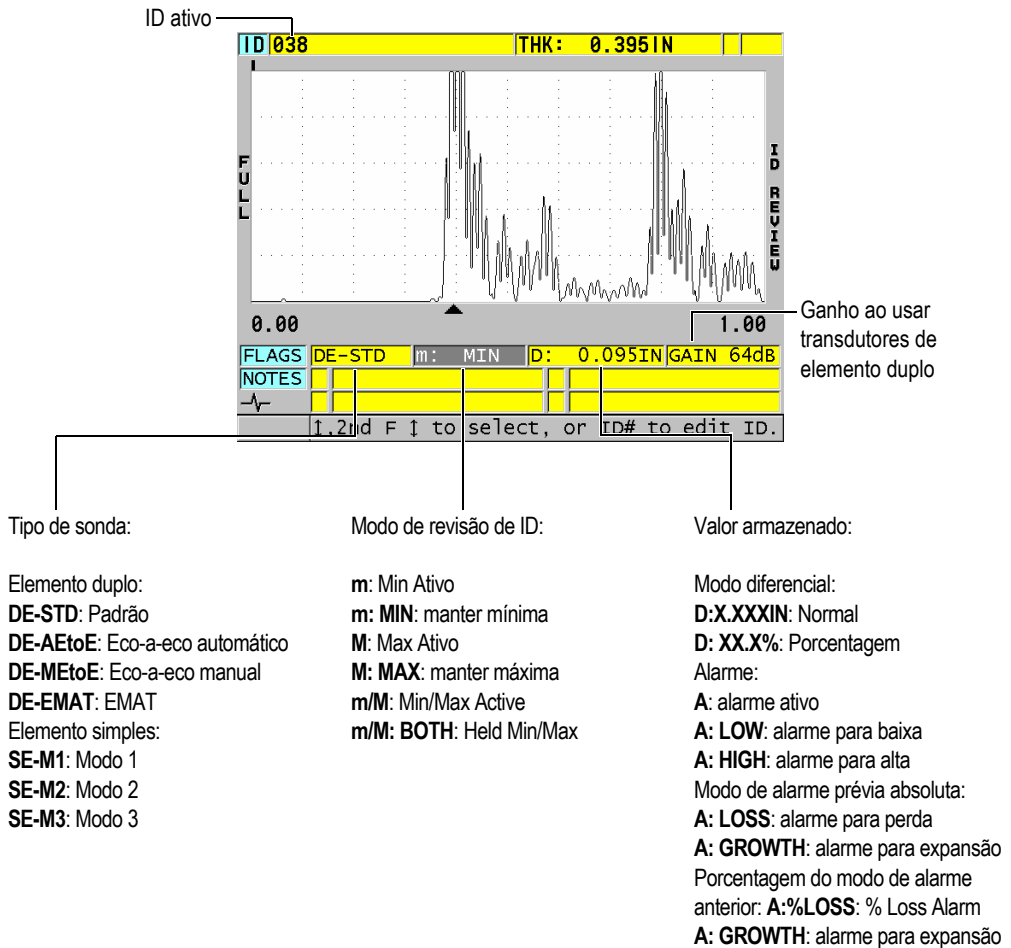

Figura 11-27 Identificar tela de revisão de ID
Figura 11-27 na página 227 mostra um exemplo da tela de revisão de ID e seu conteúdo. A área abaixo da forma de onda é reservada para indicadores de status que descrevem os valores das espessuras armazenadas. Os indicadores são as mesmas abreviações de letra única para palavras de status transmitidas pelo medidor usando os comandos de envio (consulte "Gerenciar comunicações e transferência de dados" na página 275).
3. A partir da tela de revisão de ID (veja Figura 11-27 na página 227):